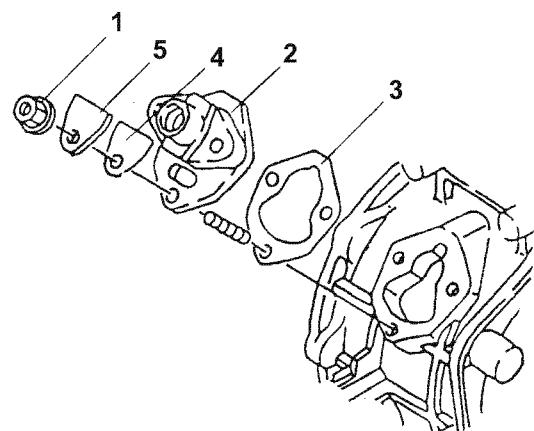

Рис. 45
1. Выкрутите специальную гайку насоса (Рис. 45, (1)) и выньте топливный насос высокого давления (Рис. 45, (2)).
2. Измените толщину Т с помощью регулировочной прокладки (Рис. 45, (3)) на основании измерений впрыска θ .
- Закрепите насос высокого давления, прокладку (Рис. 45, (4)) и крышку (Рис. 45, (5)) специальной гайкой насоса.